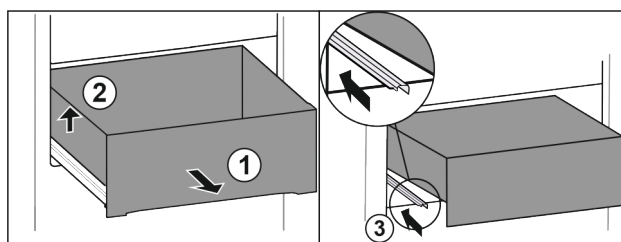

Fig. 126
- ▶ Vytáhněte zásuvku až na doraz. Fig. 126 (1)
- ▶ Nadzvedněte zásuvku vlevo. Fig. 126 (2)
- ▶ Zasuňte levou kolejničku. Fig. 126 (3)